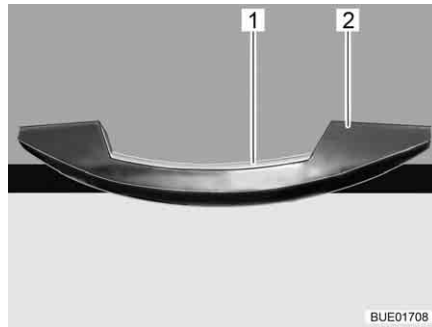

Bild 59 Handtag med låslist (exempel)
- Tryck in låslisten (Bild 59,1) och håll den intryckt.
- Öppna skåpluckan genom att dra i handtaget (Bild 59,2).